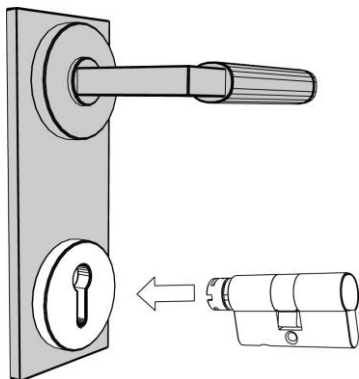

Fig. 29, Inserire il cilindro di chiusura dell'interno
- ▶ Introdurre quindi il cilindro di chiusura dal **lato interno** nel foro del cilindro del profilo (Fig. 29).